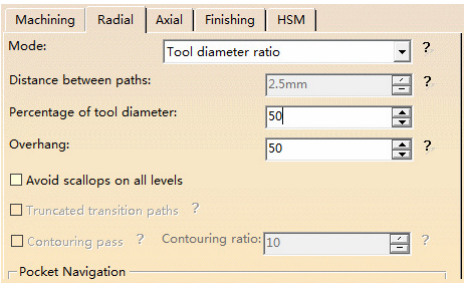

图 3-82 “Radial”选项卡（3）
● 在“Radial”选项卡 (3) 的“Mode”下拉列表中选择“Tool diameter ratio”，在“Percentage of tool diameter”文本框中输入“50”，如图 3-82 所示。